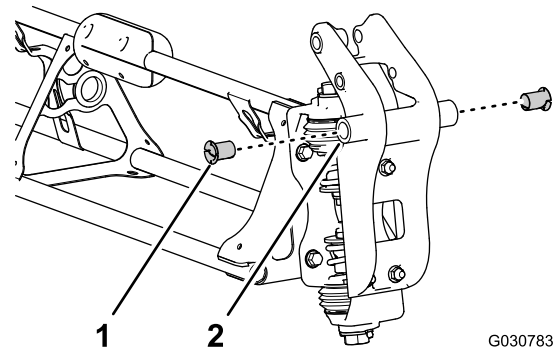

图122
2. 将尼龙凸缘轴套插入枢轴接头两侧的 31.8mm 孔中 图122。